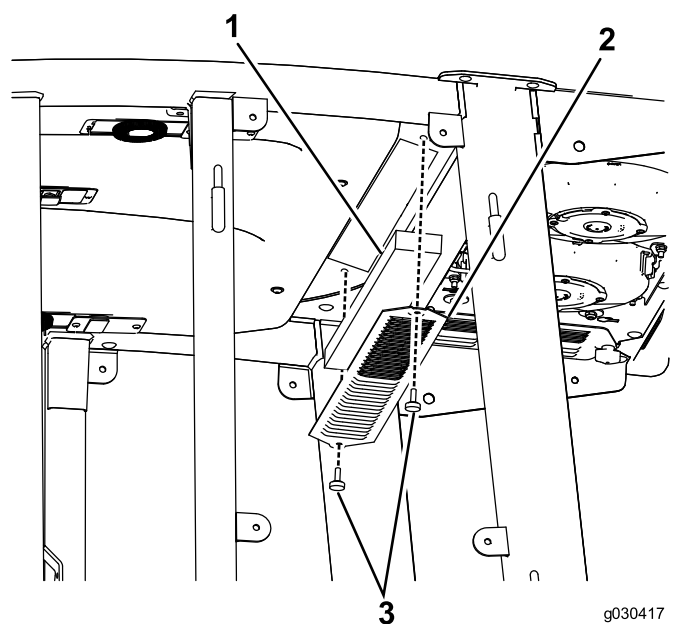
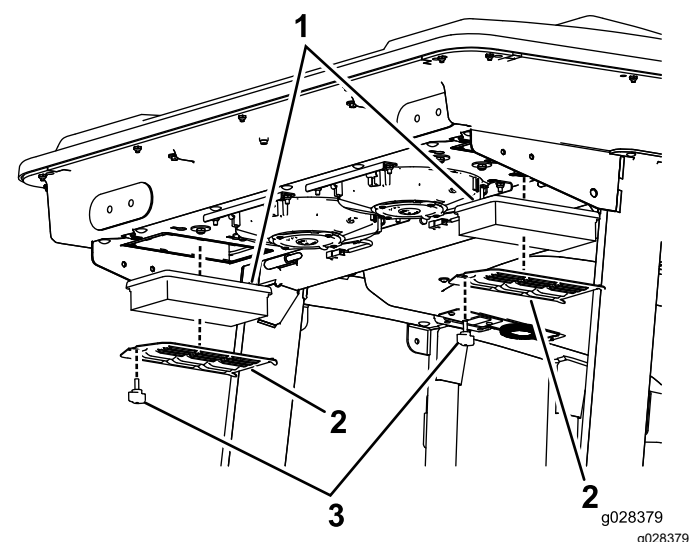
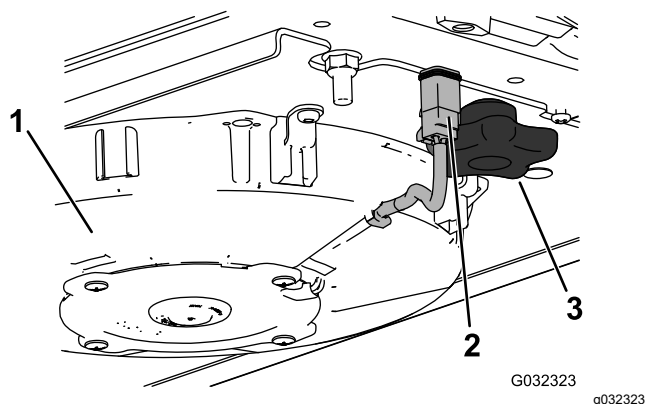

Figure 59
Figure 60
Figure 62
1. Retirez les vis et les grilles des filtres à air intérieur et arrière de la cabine (Figure 59 et Figure 60).
2. Débranchez le câble de chaque ventilateur (Figure 62).
3. Retirez les 2 boutons et déposez le ventilateur (Figure 62).
5. Déposez les filtres à air (Figure 60).
7. Reposez les filtres à air, la grille et le ventilateur (Figure 60, Figure 63 et Figure 62).
8. Rebranchez le câble de chaque ventilateur (Figure 62).